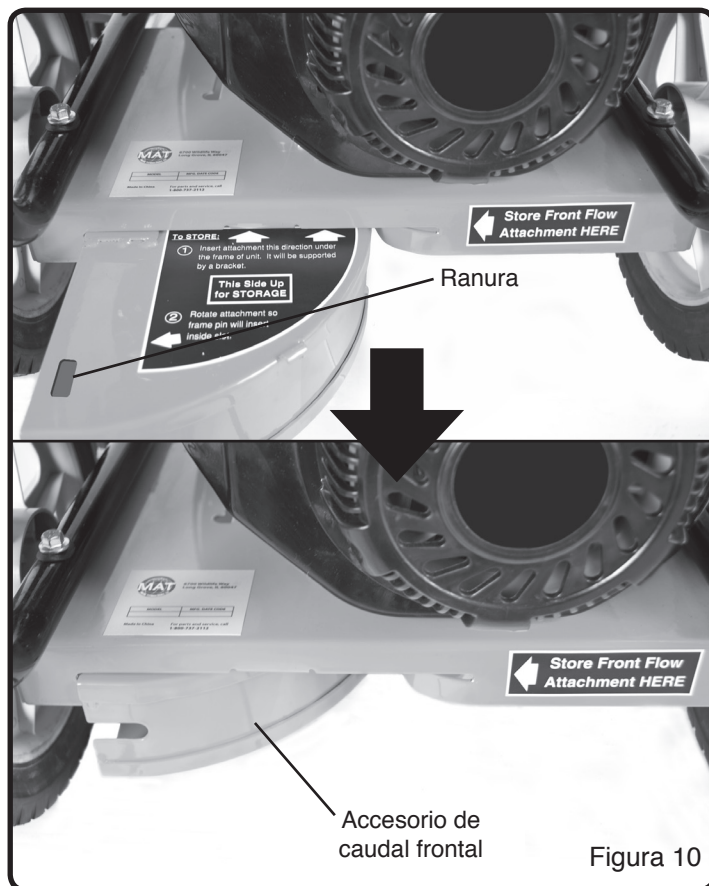

Figura 10
Cuando no está en uso, el accesorio de caudal frontal puede almacenarse debajo del bastidor en la parte trasera de la unidad. Para fijar el accesorio para su almacenamiento, siga los pasos siguientes y consulte la figura 10:
**NOTA:** Consultar la figura 10 al seguir los pasos enumerados a continuación:
3. Insertar una palangana bajo de el soplador, debajo del tapón de drenaje del aceite y del agujero del marco. (Véase la figura 10)